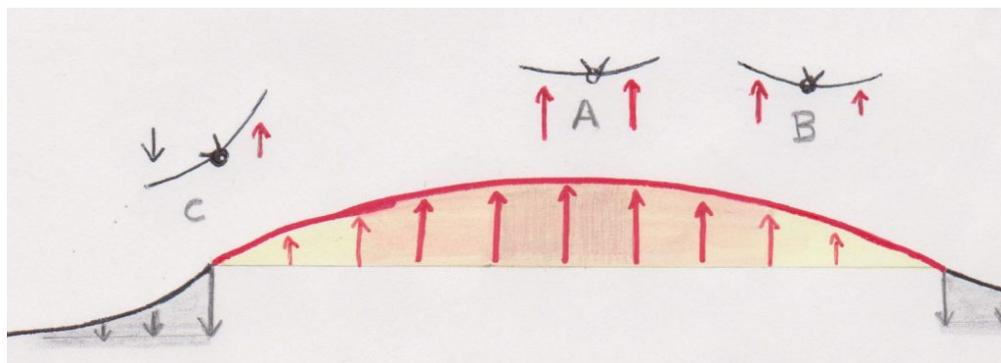

fig1. Thermique sans vent
**Les 3 étapes de la perte du thermique s'il n'est pas régulièrement recentré : (fig.1)** Le thermique est vivant, sa forme change et son noyau bouge surtout quand il est étroit et turbulent.